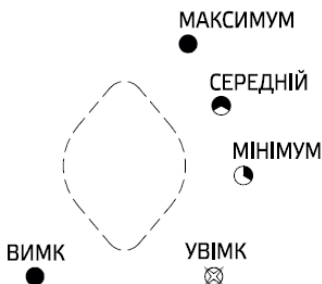

Рисунок 2. Значення маркування позицій вимикача виробу.
1. У випадку закінчення газу в балоні та самостійного припинення горіння повернути вимикач до позиції «ВИМК» (рис. 2) та виконати дії зупинки виробу згідно з п. 5.1.3.2.